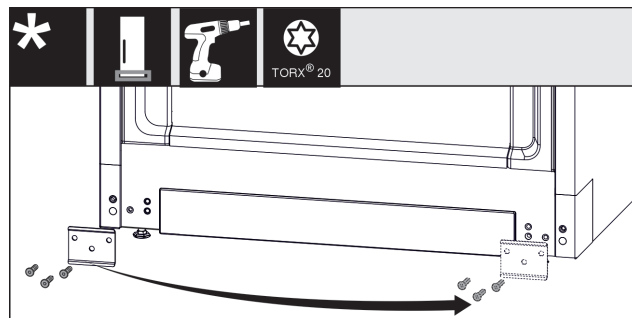

Fig. 10
- ▶ Skru av platen, flytt den til den andre siden og skru den på igjen. Fig. 10 (1)
- ▶ Sett på dekselet på den andre siden igjen. (1)